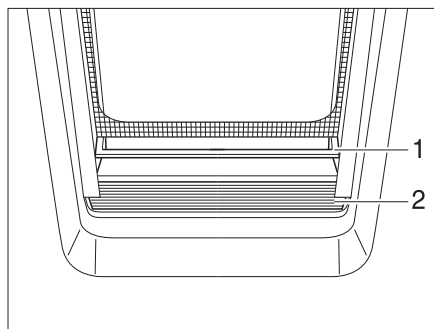

Fig. 42 Dispositif occultant plissé
- Saisir le dispositif occultant plissé (Fig. 42,2) par le centre de la barre (Fig. 42,1), le tirer du bas vers le haut et le relâcher à la hauteur voulue. Le dispositif occultant plissé reste alors à cette hauteur.